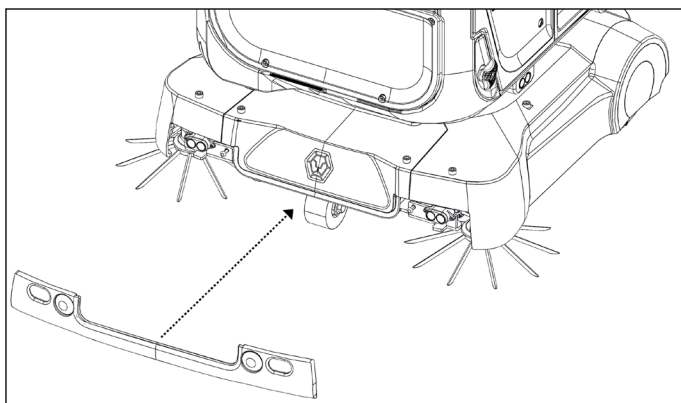

Figure 79
5. Remplacez le couvercle en poussant fermement le couvercle vers l'arrière de sorte que les 2 tiges métalliques correspondantes se verrouillent dans les boutons (**Fig. 79**).